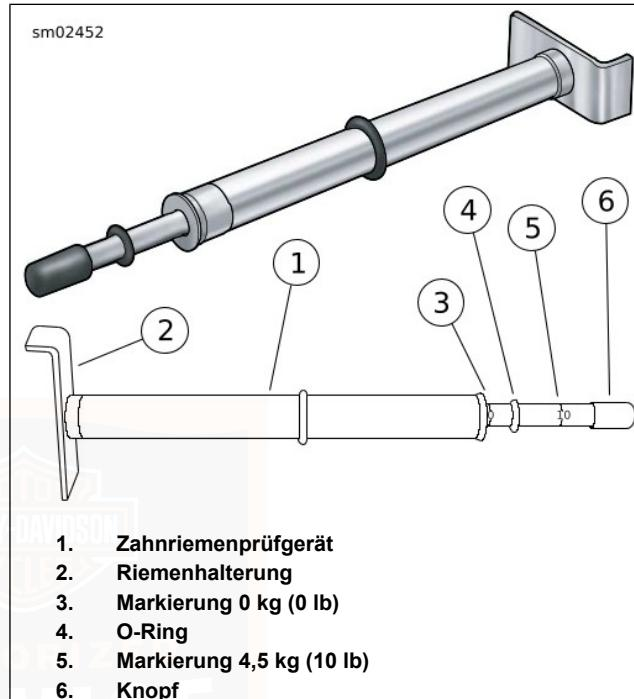

Abbildung 105. Zahnriemenprüfgerät
3. Siehe Abbildung 105. Messung der Riemdurchbiegung mit: